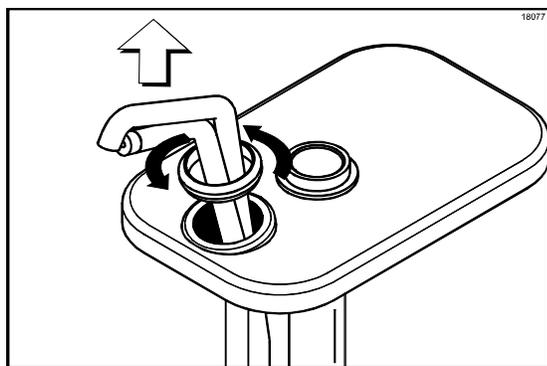

図78
9. ディスチャージチューブのロックナットを反時計方向に回しスライドさせて外します(図78を参照)。